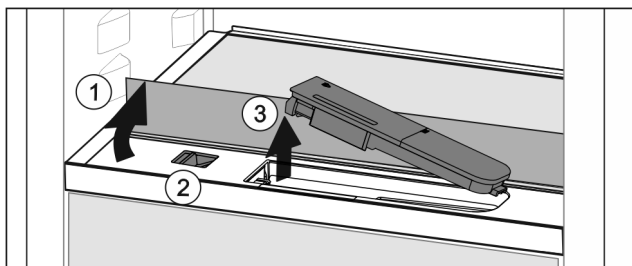

Fig. 152
- Podnieść płytę szklaną i złożyć ją z powrotem, aż do oporu Fig. 152 (1).
- Przesunąć suwak Fig. 152 (2) w lewo.
- Wyjmowanie zbiornika wody Fig. 152 (3).